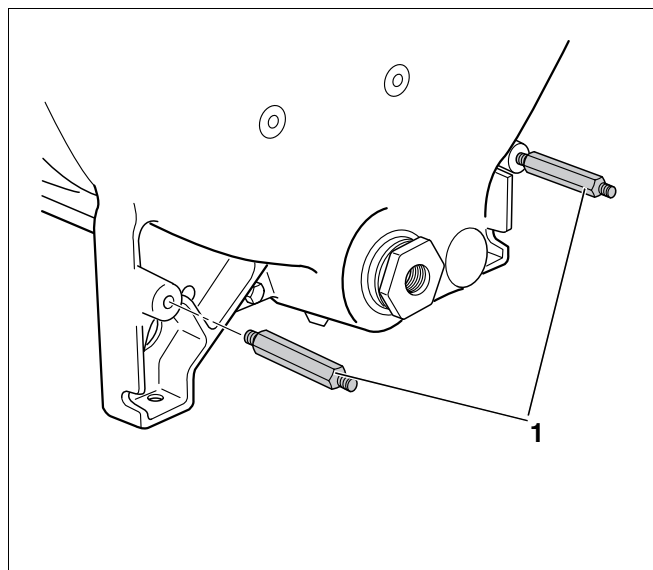

Fig. 39 Montarea știfturilor distanțiere
- Știfturile distanțiere (Fig. 39, **Poz. 1**) se înșurubează la elementul din spate.